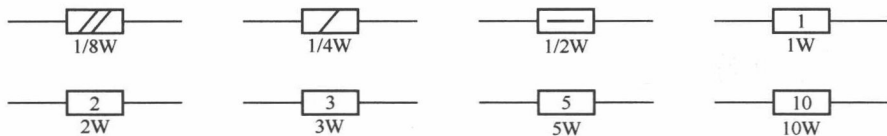

图 1-9 电路图中电阻器的功率标志
③ 在电路图中，为了表示电阻器的功率大小，一般会在电阻器图形符号上标注一些标志。电阻器上标注的标志与对应功率值如图 1-9 所示，1W 以下用线条表示，1W 以上（含 1W）的直接用数字表示功率大小（旧标准用罗马数字表示）。